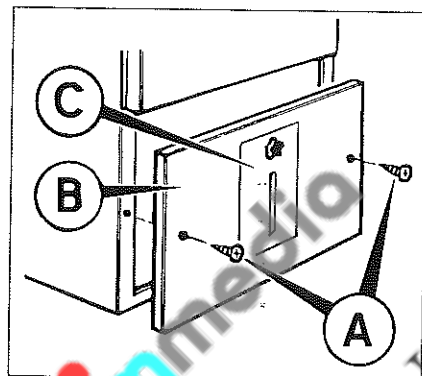
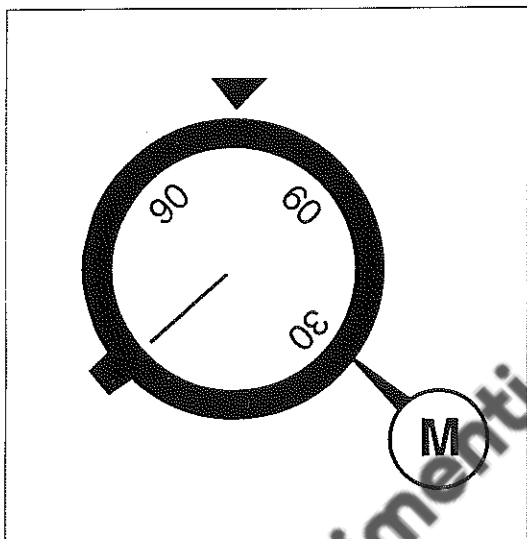
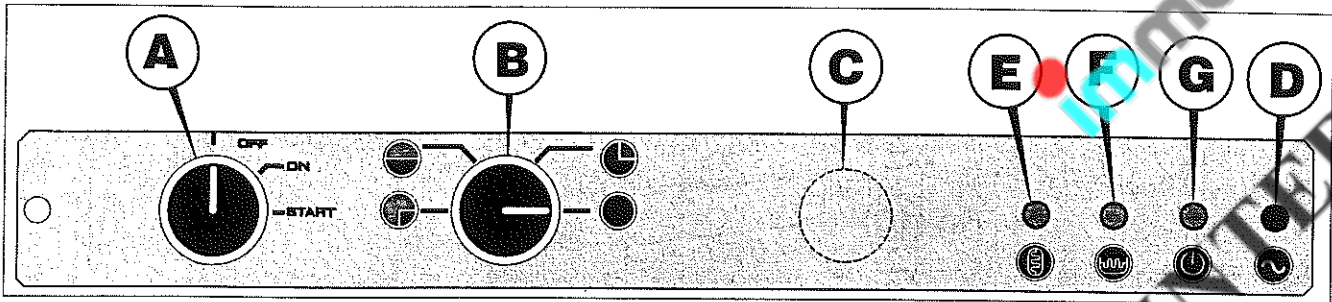

Fig. 1
Fig. 4
Fig. 9
Gli attacchi di alimentazione acqua e di scarico sono situati sotto l'apparecchio. Per accedervi, procedere nel modo seguente: aprire lo sportello **C**; sfilare il serbatoio del brillantante; svitare le viti **A** ed asportare il pannello **B** (fig. 1).
- Per il mod. **L40S**: oltre all'alimentazione ad acqua calda, occorre allacciare ad una tubazione di acqua fredda per effettuare il risciacquo freddo (vedere «CONSIGLI» a pag. 9). Aprendo il pannello frontale **B** (fig. 1), l'elettrovalvola per l'acqua calda si trova sul davanti, quella per l'acqua fredda dietro.
ATTENZIONE: prima di effettuare l'allacciamento all'apparecchio verificare che la manopola **M** del termostato del boiler (fig. 4), che si trova all'interno del basamento della macchina, sia sulla posizione **0**, cioè completamente ruotata in senso antiorario. Verificare inoltre che la tensione di rete corrisponda a quella indicata nella targhetta delle caratteristiche situata sul pannello frontale **B** (fig. 1, pag. 3).
- a porta chiusa ruotare l'interruttore generale A (fig. 9, pag. 8) sulla posizione ON: si accenderà la lampada spia D (apparecchio sotto tensione) e nello stesso tempo avverrà automaticamente il riempimento del boiler e della vasca;
- ruotare in senso orario la manopola M del termostato boiler (che si trova all'interno del basamento della macchina) sulla posizione 80°- 90° (fig. 4, pag. 4); si accenderà la spia E sul cruscotto (fig. 9, pag. 8, segnalando che è in funzione il riscaldamento del boiler) e la spia G (fine ciclo);
Dosatore di brillantante (fig. 8): il flacone del brillantante va inserito nel vano dietro lo sportello C (fig. 1, pag. 3). Effettuare alcuni brevi lavaggi a vuoto per innescare il dispositivo. Il dosatore di brillantante è immediatamente visibile aprendo il pannello frontale B (fig. 1, pag. 3) ed è già tarato in fabbrica; nel caso in cui si desideri aumentare o diminuire la dose del liquido tensioattivo, agire sulla vite P (fig. 8), accessibile dopo aver rimosso lo stesso sportello C; avvitare in senso orario per diminuire la dose, svitare in senso antiorario per aumentarla.
- asportare il pannello del vano sottostante (vedere fig. 1, pag. 3).
- Aprire il rubinetto di intercettazione acqua e inserire l'interruttore generale **A** (fig. 9) sulla posizione ON: si accenderà la spia di rete **D** e contemporaneamente si riempirà d'acqua la vasca.
- **Risciacquo freddo (solo mod. L40S):** su questa macchina è possibile effettuare un risciacquo finale con acqua fredda (ad esempio per raffreddare i bicchieri da riutilizzare subito); per tale operazione agire sul pulsante **C** (fig. 9, pag. 8).